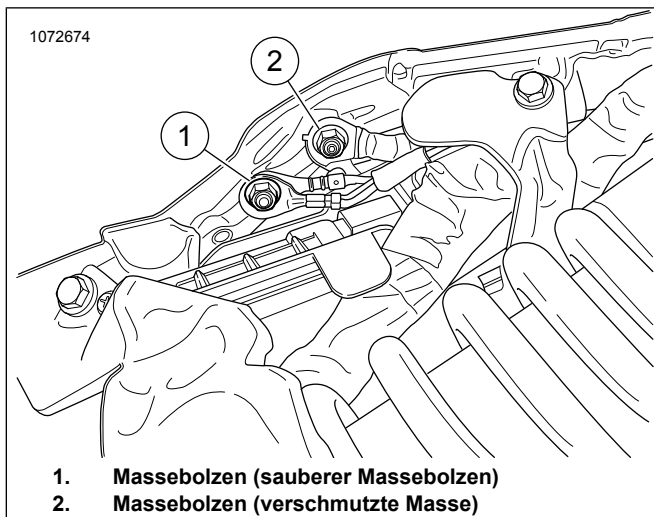

Abbildung 23. Rahmenmasse
Siehe Abbildung 23. Das ATM-Massekabel zum hinteren sauberen Rahmenmassebolzen (1) führen und anschließen. Auf folgendes Drehmoment anziehen: